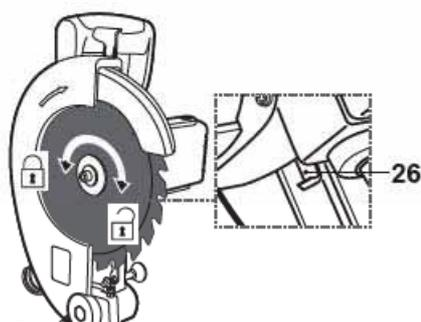

Fig. 42
- > Appuyez sur le bouton de blocage de la broche [26] et tournez le boulon de la lame [4a] jusqu'à ce que la broche se verrouille (Fig. 42).